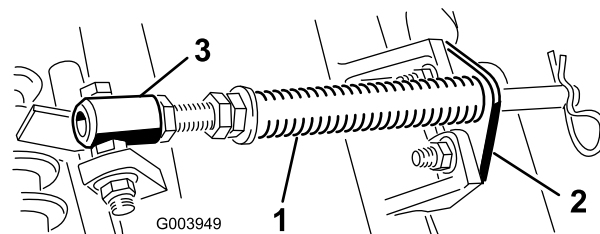

Figura 5
- A. Togliete i due bulloni a testa tonda e i dadi che fissano la staffa dell'asta alle alette degli elementi di taglio (Figura 5).
- B. Rimuovete il dado flangiato che fissa il bullone del tubo della molla all'aletta del telaio portante (Figura 5). Rimuovete il gruppo